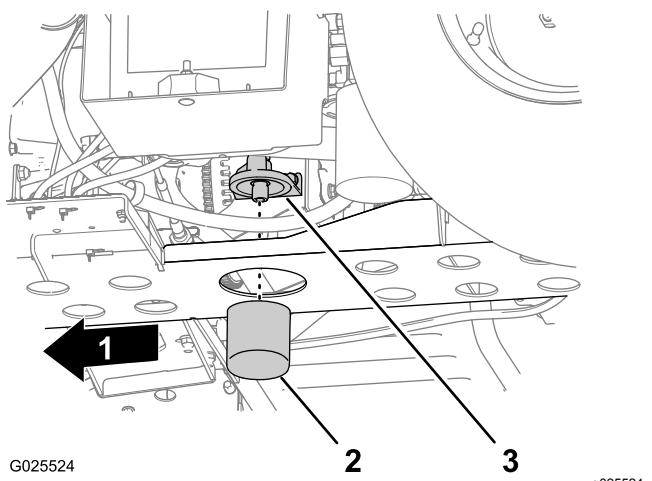

Figura 45
- Desmonte el filtro de aceite del adaptador del filtro (Figura 45).
- Limpie la base de la junta del adaptador del filtro (Figura 45).
- Instale el filtro hasta que la junta entre en contacto con la base de la junta del adaptador del filtro, luego apriete el filtro en sentido horario de 1/2 a 2/3 de vuelta más (Figura 45).